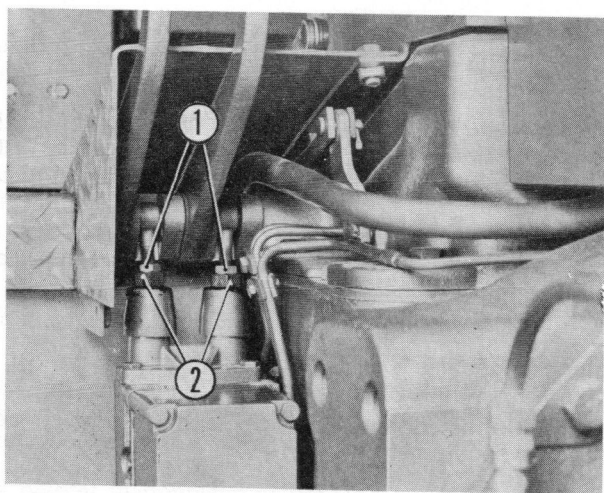

Fig. 70
- 3° En maintenant la pédale à cette position, régler l'écrou de réglage du piston 2 (fig. 70) jusqu'à ce que la garde de la pédale soit de 16 mm.